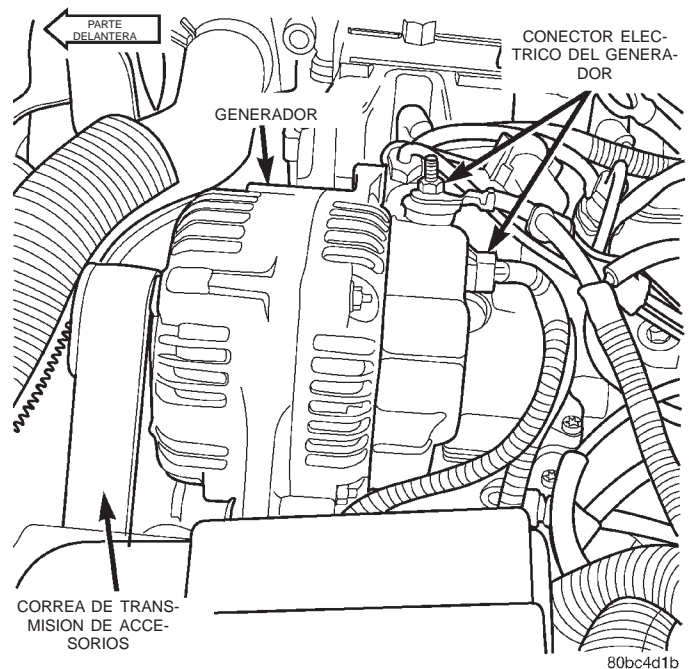

Fig. 5 Conexiones eléctricas del generador
(2) Conecte el conector del cable de campo del generador en la parte posterior del generador (Fig. 5).
(3) Instale el cable B(+) de salida del generador y apriete con una torsión de 8,5 N·m (75 lbs. pulg.) (Fig. 5). Instale el casquillo del terminal.